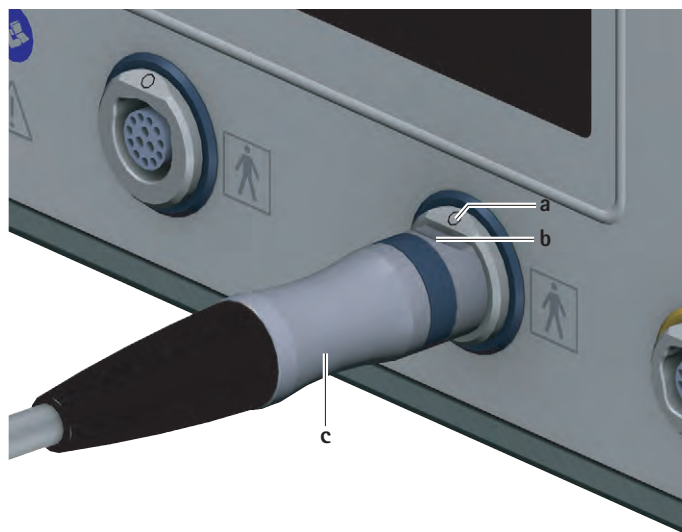

Рис. 3 Подключение моторного кабеля
- ▶ Выровнять штекер блока управления с на моторном кабеле таким образом, чтобы маркировка **b** на штекере соответствовала маркировке **a** на гнезде для рабочего элемента 7, см. Рис. 3.
- ▶ Вытянуть моторный кабель за штекер для блока управления с из гнезда для рабочих элементов 7, см. Рис. 3.